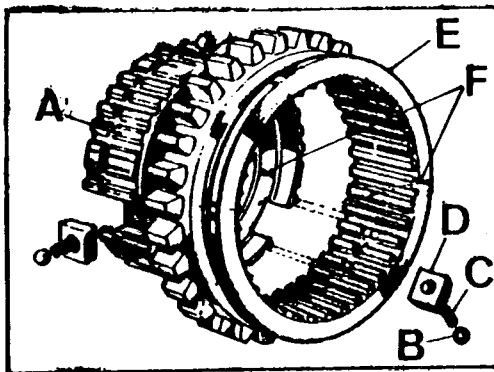

Fig. C-100 Sincronizador de primera-segunda
1.2.2. Desmontar el conjunto sincronizador, empujando el cuerpo interior, A, (Fig. C-100) hacia abajo y dejar libres las bolas, B, los muelles, C, los fiadores, D, y el cuerpo exterior, E.
- 3.1.1. Montar el cuerpo interior en el interior, haciendo coincidir las marcas existentes en ambos (Fig. C-100) de apareamiento.